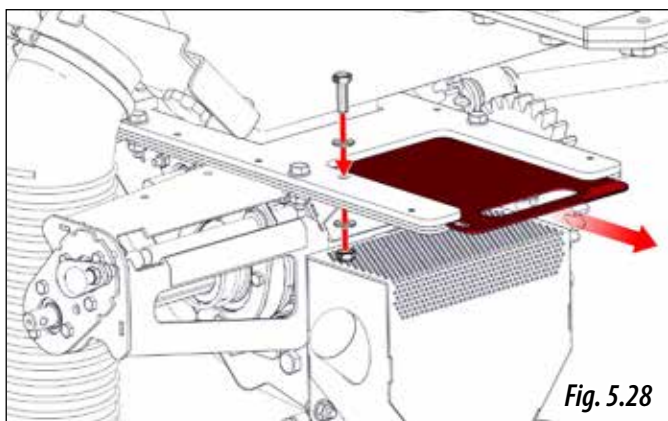

Fig. 5.28
- 3- Odată ce produsul a căzut prin duzele de golire, deschideți sertarele de blocare (Fig. 5.28).